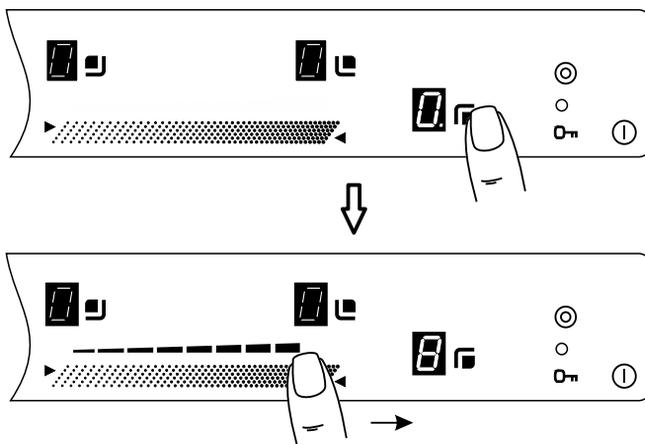

Рис.4
1. Коснуться зоны ② с обозначением выбранной конфорки, после чего конфорка перейдет в режим управления. В соответствующем окне индикации «0» загорится с большей яркостью (рис.4).